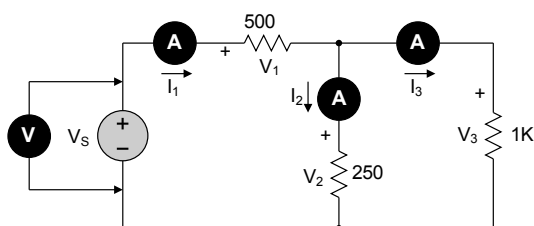

Figura 5.5.
2. Conecte el circuito mostrado en la figura 5.5.